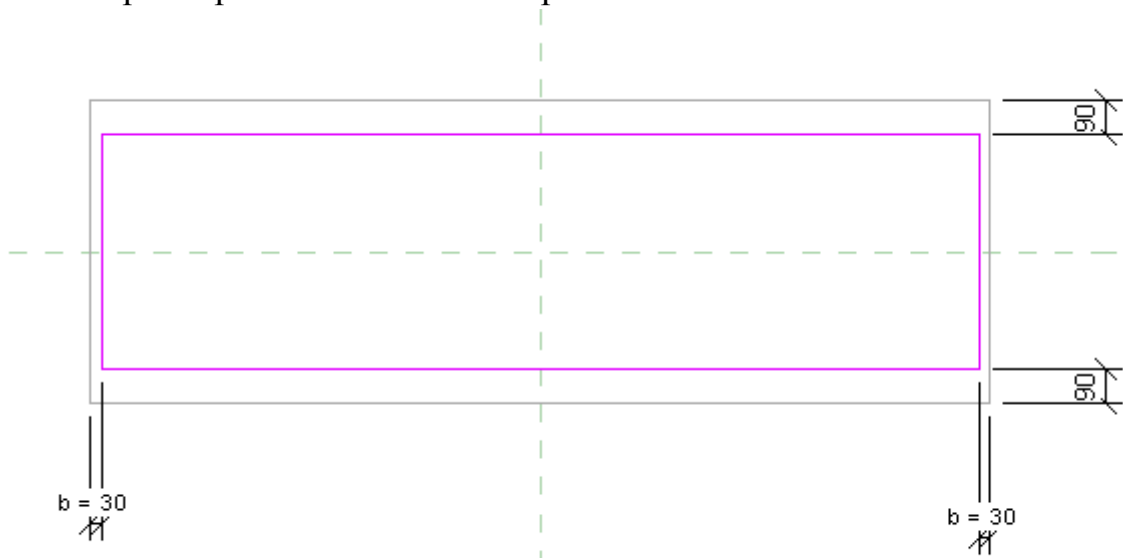

Рисунок 5
- 19 **ВНУТРИ** построенного прямоугольника вычертите прямоугольник и установите параметры в соответствии с рис. 5.